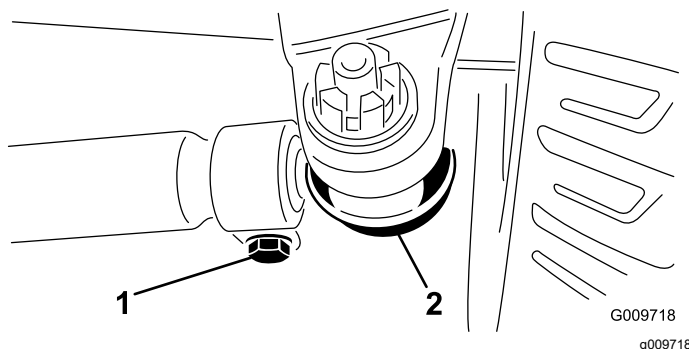

図 114
3. 調整は、両側のタイロッドのボールジョイントからコッターピンとナットを外して行う 図 114。
5. タイロッド両側のクランプをゆるめる 図 114。